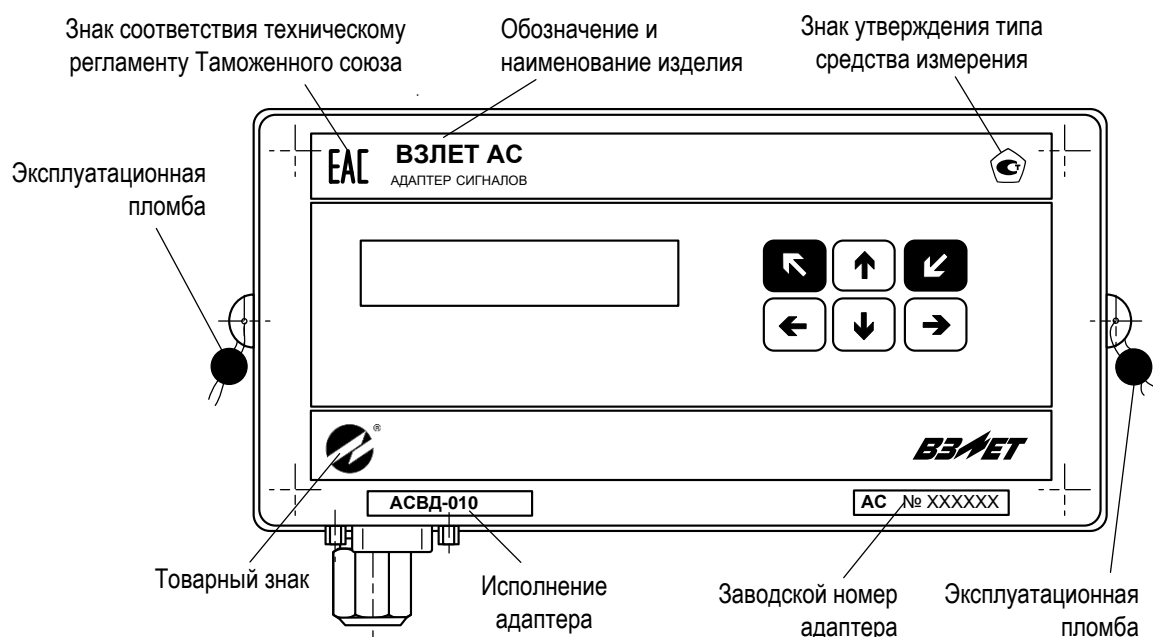

Рис.4. Вид и размещение маркировки и возможных мест пломбирования корпуса адаптера.
1.7.1. Маркировка на лицевой панели адаптера (рис.4) содержит:
1.7.4. Для защиты от несанкционированного доступа при транспортировке, хранении и эксплуатации должны пломбироваться проушины корпуса адаптера (рис.4).